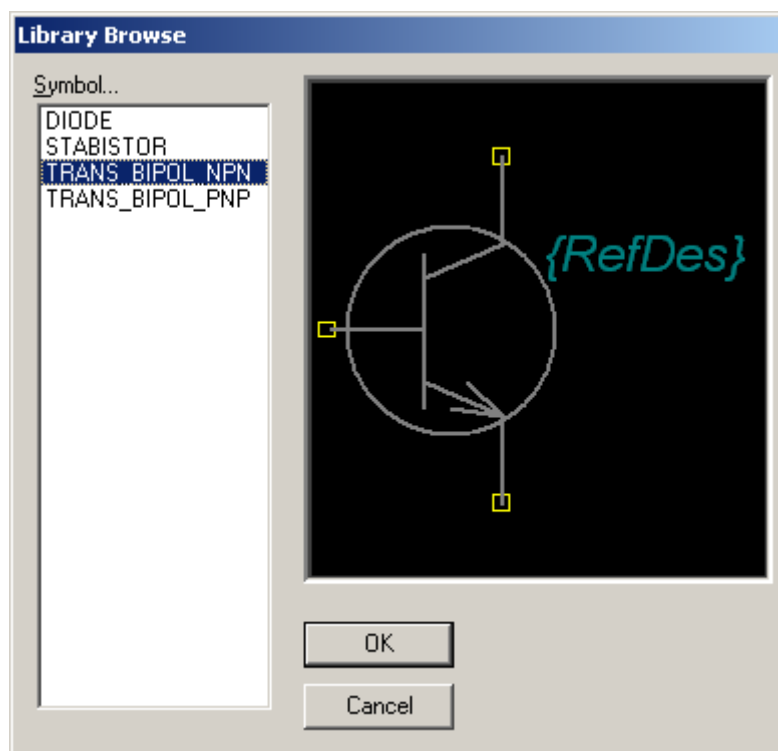

Рис. 17 Выбор символа транзистора
- 7.5 Выберите символ **TRANS_BIPOL_NPN** (рис. 17).